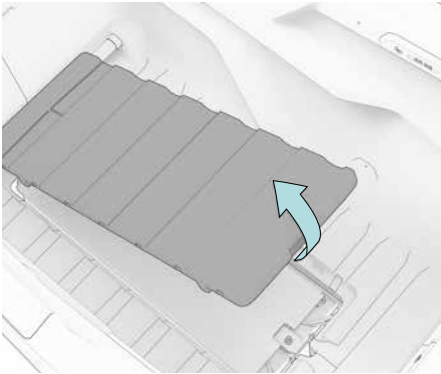

Fig. 11
1. Passez la main dans l'espace de la plaque de recouvrement et sortez la plaque (fig. 11).